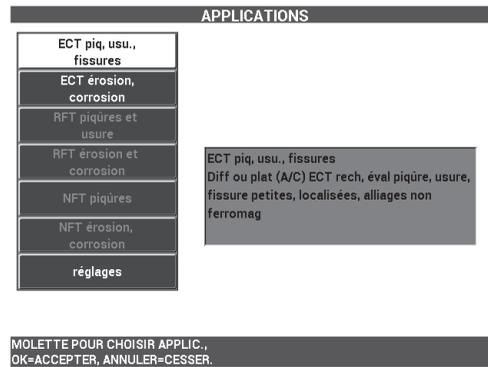

Figure 5-158 Application ECT piqûres usures, fissures
2. Sélectionnez **CONTINUER** (appuyez sur la touche A) pour ouvrir le menu du choix de l'application, et puis utilisez la molette de réglage pour sélectionner **ECT piq, usu., fissures**. Appuyez sur ✓ pour accepter (voir la Figure 5-158 à la page 256).